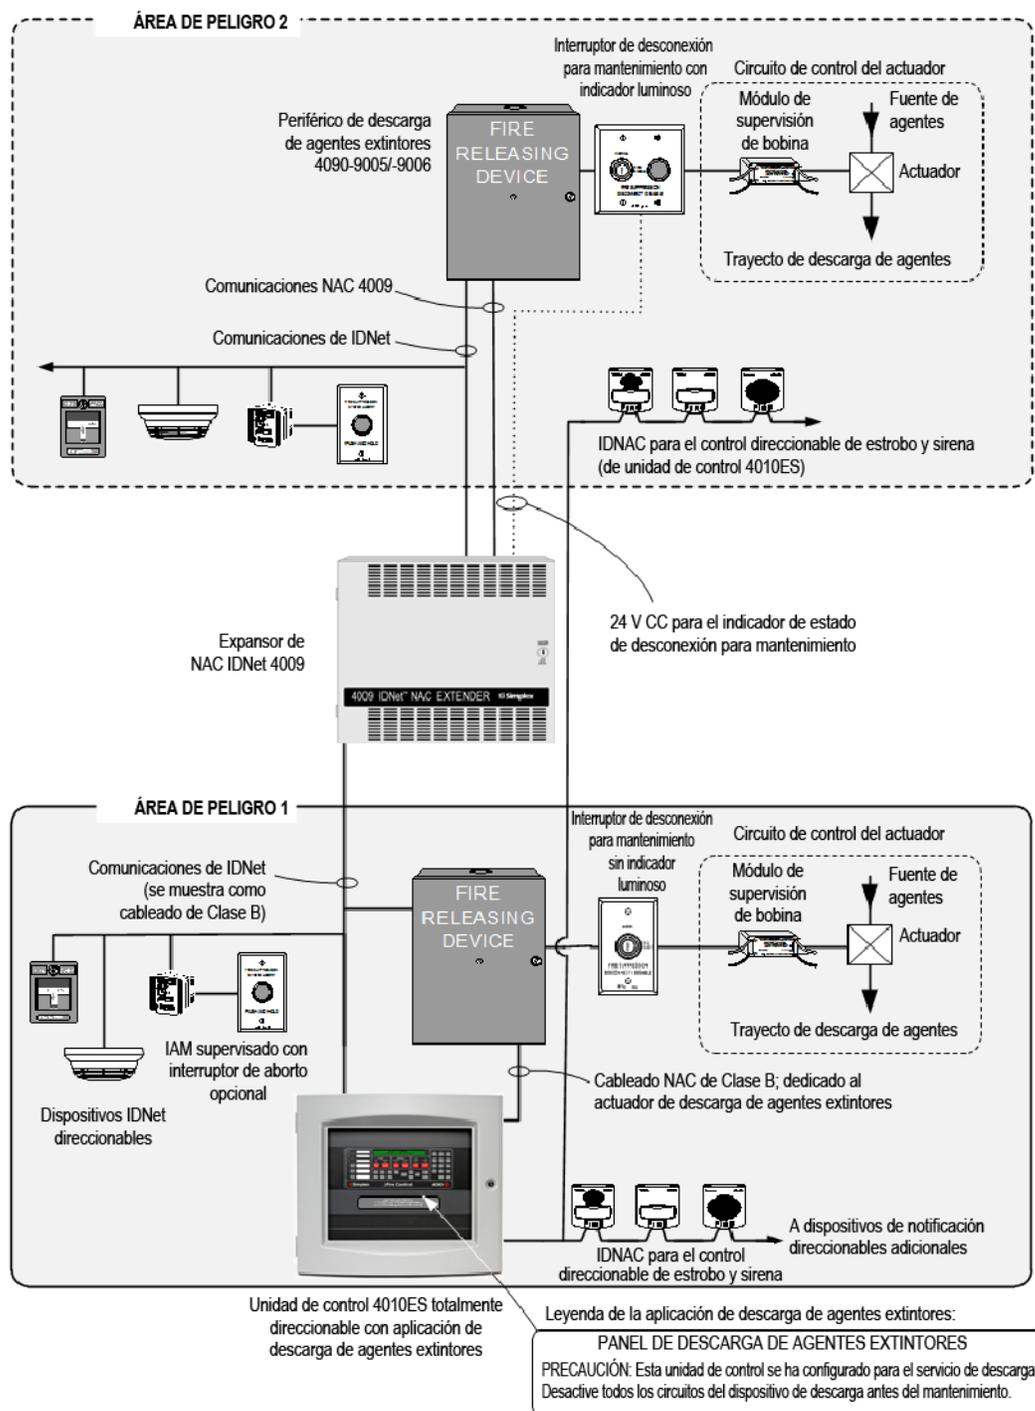

Figura 2: Referencia de conexión unifilar
2. El **módulo de supervisión de bobina 2081-9046** se debe conectar eléctricamente antes del actuador y situarse en la caja de conexiones del actuador. (Consulte Figura 2.) El RAC conectado proporciona supervisión de continuidad de la bobina del actuador y del cableado y supervisión de cortocircuito para el módulo de supervisión de bobina.